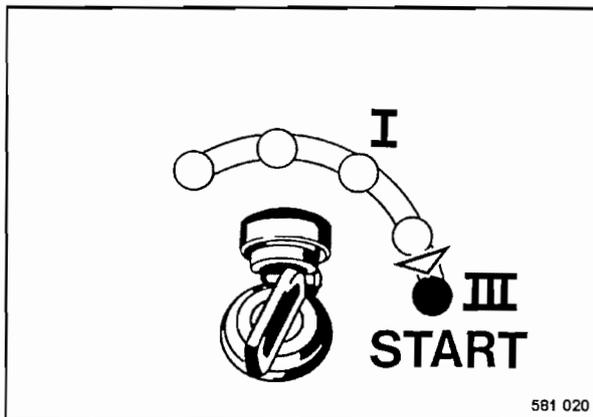

Fig. 31
- Girar la llave de encendido en posición "III", el motor de arranque gira el motor (Fig. 31).